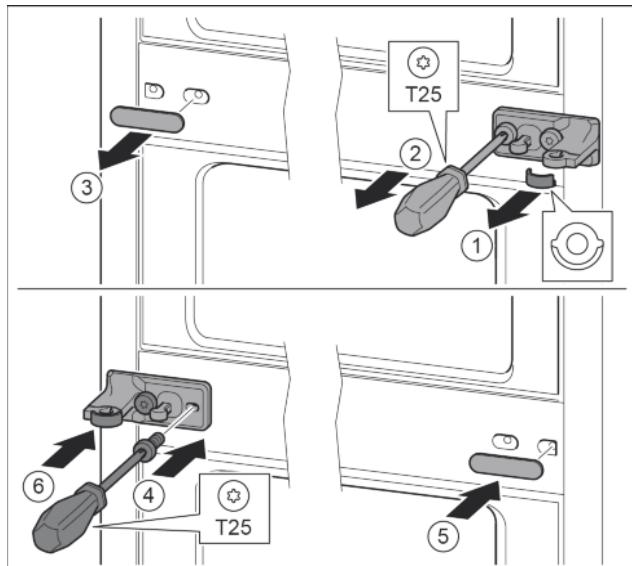

Fig. 34
- Снять шайбу. Fig. 34 (1)
- Выкрутить винты отверткой T25. Fig. 34 (2)
- Осторожно снять крышку. Fig. 34 (3)
- Плотно прикрутить опорный кронштейн с подкладкой с поворотом на 180° с другой стороны. Fig. 34 (4)
- Установить крышку с поворотом на 180° с другой стороны. Fig. 34 (5)
- Спереди надвинуть шайбу. Fig. 34 (6)